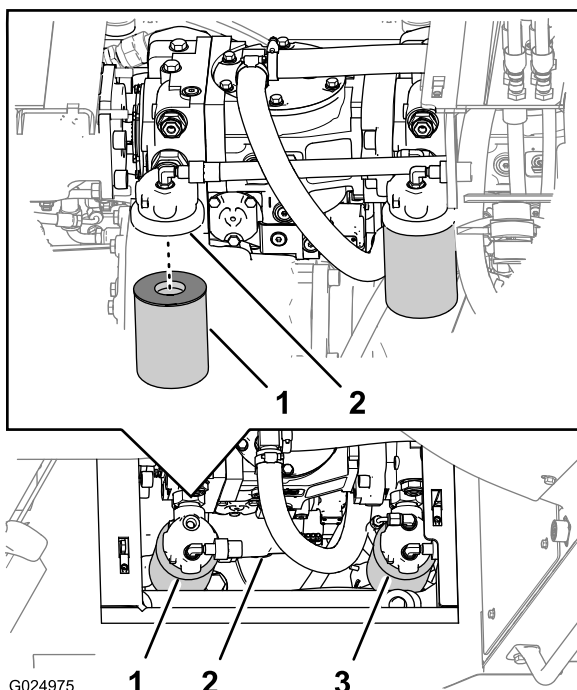

Figure 111
Remarque: Vous pouvez accéder au filtre de charge hydraulique sous le côté droit de la machine, derrière le réservoir hydraulique (Figure 111).
2. Placez un bac de vidange sous le filtre de charge hydraulique (Figure 111).
3. Tournez le filtre de charge hydraulique dans le sens antihoraire et déposez-le (Figure 111).